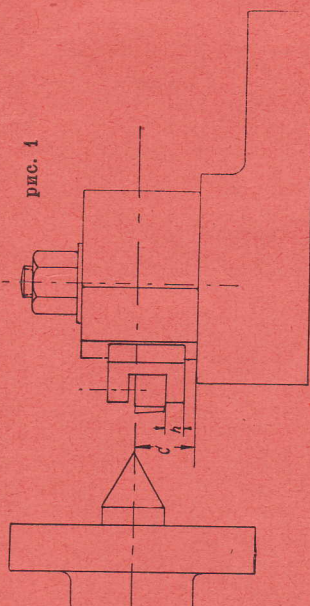

рис. 1
Bild 1	рис. 1
1. **Высота режущей кромки** равна расстоянию между верхней гранью сушпорта и центром оси вращения „с“ (рис. 1). Необходимая для зажимной головки высота режущей кромки составляет из: высоты стержня токарного резца плюс основание сменного держателя „h“ плюс предел регулировки. При недостаточной высоте режущей кромки станка верхний сушпорт пригоняется до требуемых размеров. Зажимная поверхность должна быть безупречной. При чрезмерно высокой режущей кромке подкладывать промежуточную плиту.